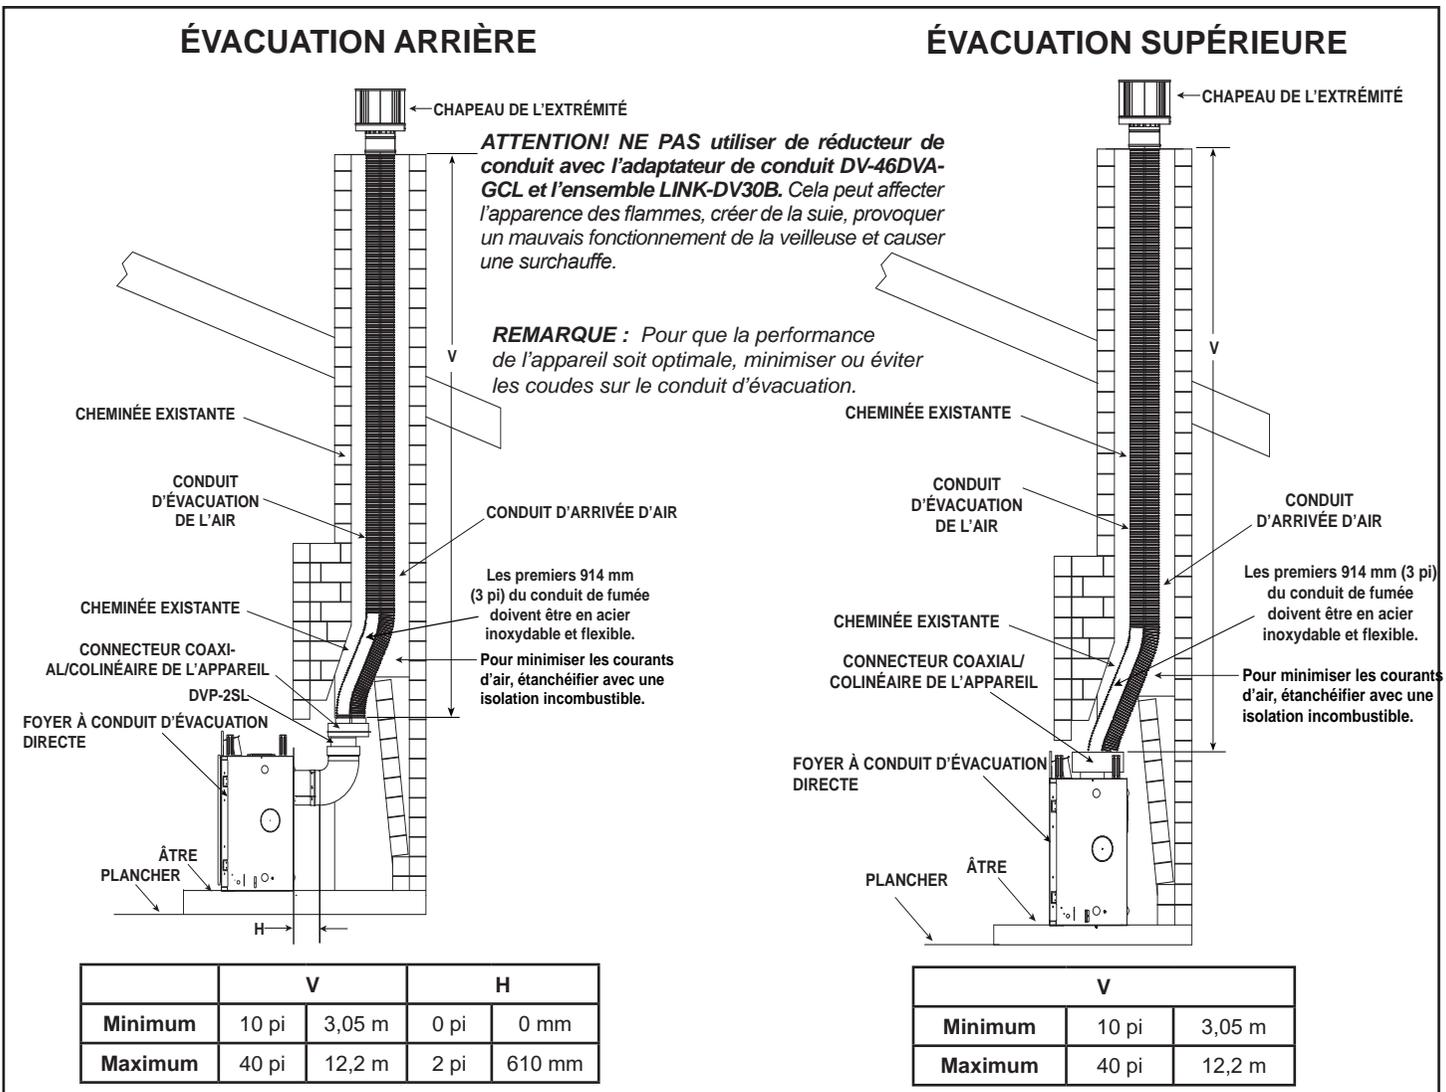

Figure 4.29
- Le cas échéant, enlevez le couvercle du conduit supérieur et l'isolation. Voir la section 6 « Préparation de l'appareil ». Fixez l'adaptateur DV-46DVA-GCL au col de départ de l'appareil au moyen de vis autotaraudeuses de 89 mm (3-1/2 po). Voir la figure 4.29.
- Le cas échéant, enlevez le couvercle du conduit arrière et l'isolation. Connectez l'adaptateur DVP-2SL à la partie verticale du coude. Suivez les instructions d'installation jointes à l'ensemble DVP-2SL. Fixez l'adaptateur DV-46DVA-GCL au DVP-2SL au moyen de vis autotaraudeuses de 3-1/2 po. Voir la figure 4.29.